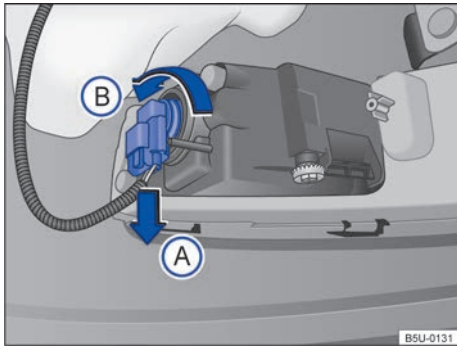

Fig. 174 Detrás del parachoques delantero: acceso a la lámpara incandescente del farol de neblina.
2. Desencajar el conector de alimentación de la lámpara \Rightarrow fig. 174 en el sentido de la flecha (A), presionar, al mismo tiempo, la traba de fijación del conector.
3. Girar el portalámparas \Rightarrow fig. 174, en el sentido antihorario de la flecha (B), y desencajarlo del alojamiento.